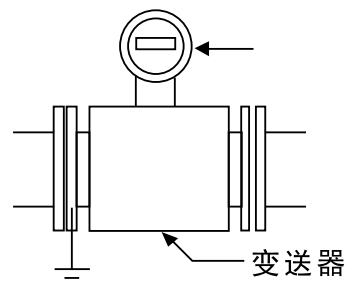

图7 接地示意图
- (7) 流量计壳体必须与大地相连，见图7，否则对信号有较大干扰，会影响测量精度。